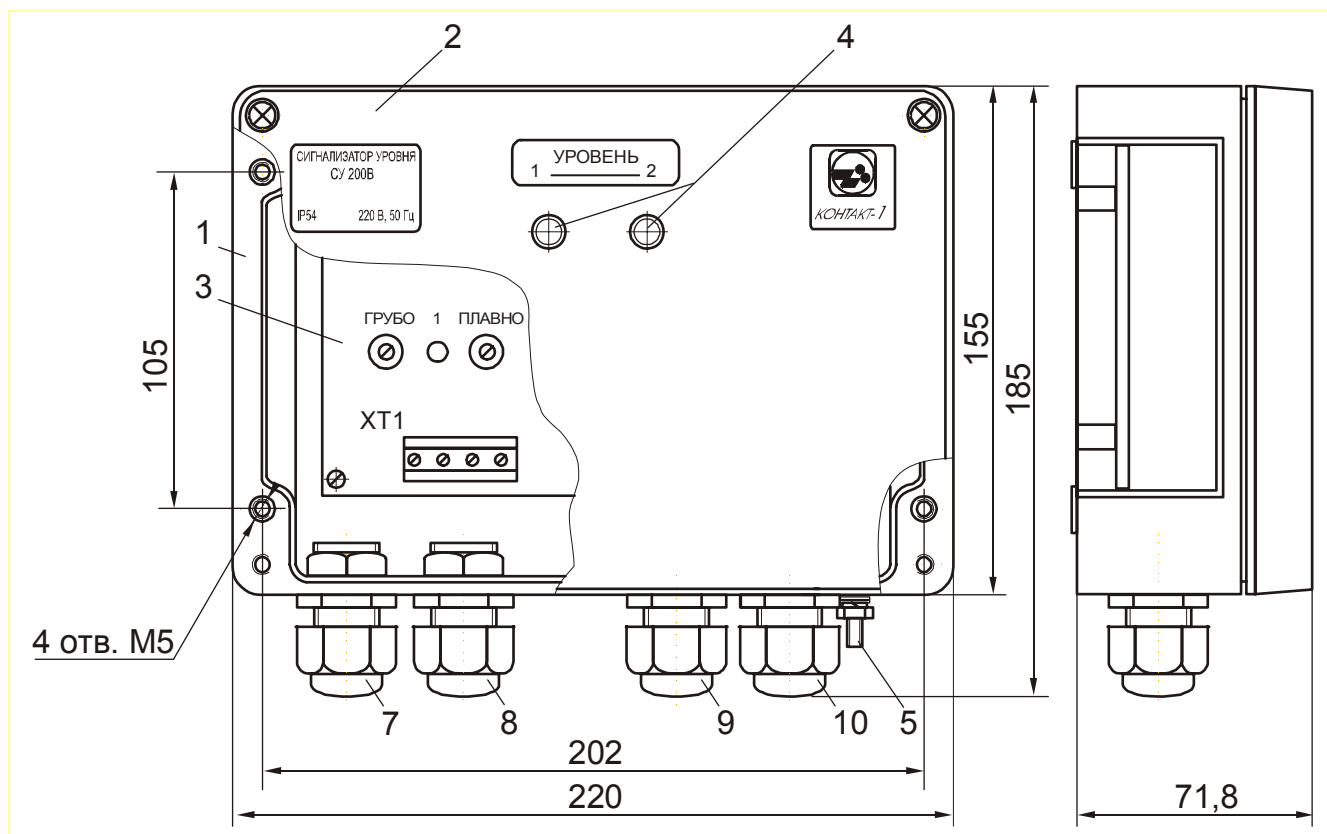

Рисунок 1 – Внешний вид, габаритные и установочные размеры вторичного преобразователя
1.3.1 Вторичный преобразователь (рисунок 1), состоит из корпуса 1, крышки 2, и электронного модуля 3. Для подключения заземляющего проводника служит зажим заземления 5, снабженный знаком “⚡”. На крышке расположены два светофильтра 4, закрывающих индикаторы, сигнализирующие состояние реле. На нижней стороне корпуса расположены четыре кабельных ввода 7, 8, 9 и 10.
1) вращением винта регулировочного элемента чувствительности ГРУБО (смотри рисунок 1) по часовой стрелке сначала добиться загорания светодиода соответствующего канала датчика;